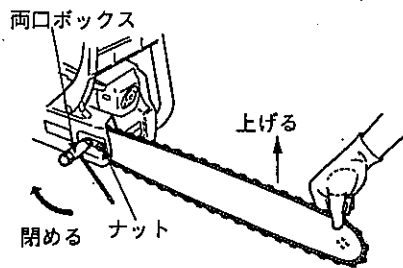

図 9
③ 調整が終了したら、ガイドバーの先端を持ち上げながらチェーンカバー締付け用のナットを付属の両口ボックスでしっかりと締めてください。(図9)